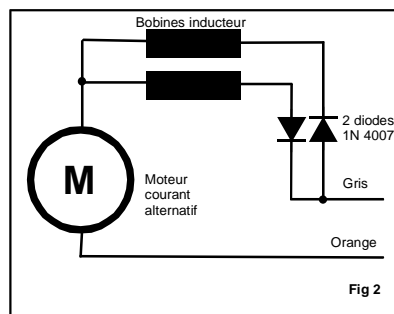

Fig 2
- 4) Si votre locomotive est équipée d'un moteur courant continu (DC), souder le fil orange à la connexion du moteur, qui était connecté avec la prise de courant de la voie droite, avant l'installation du décodeur, soudez le fil gris à la borne du moteur, qui était reliée à la prise de courant gauche. Vérifiez le raccordement du moteur avant l'installation du décodeur des connexions pourraient rester avec le châssis ou un frotteur de prise de courant.
- 5) Pour le branchement de moteurs à courant alternatif deux diodes -1 A sont nécessaires (voir la figure 2) celles-ci peuvent être achetées dans n'importe quel magasin d'électronique (par exemple Conrad : diode 1N 4002/4007). **Programmez le décodeur sans compensation de charge et alimentez le moteur en basses fréquences (voir CV9).** Vous pouvez reconstruire un moteur à courant continu dans un moteur à courant alternatif en installant des aimants permanents HAMO. La mise en œuvre des diodes sur les bobines ne sont plus nécessaires. La compensation de charge peut être utilisée.